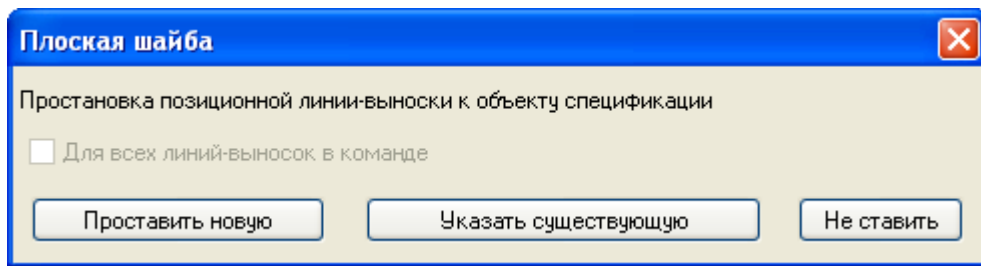

Рисунок10 – Окно простановки позиционной линии-выноски
7. После появится диалоговое окно простановки позиционной линии-выноски (Рисунок10):